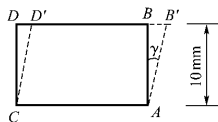

图 1-11
6. 图 1-11 所示均质矩形薄板 A 点在 AB、AC 面上的平均切应变为 $\gamma = 1000 \times 10^{-6}$,虚线表示变形后的形状,试求 B 点的水平线位移是多少?